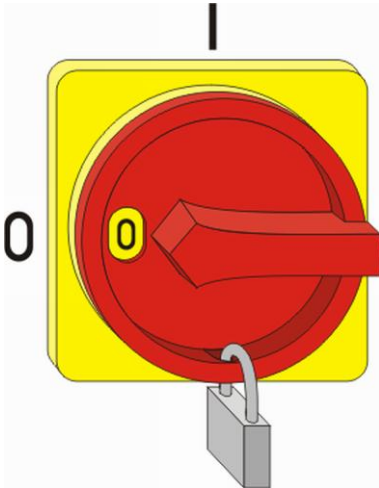

Abb. 7: Hauptschalter sichern
2. Den Hauptschalter mit einem Schloss sichern (Abb. 7).